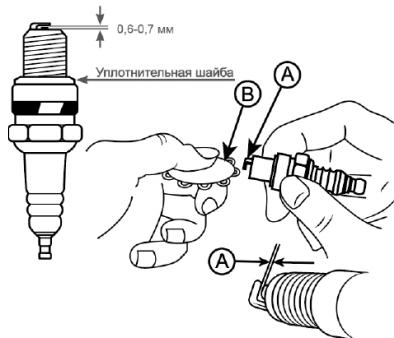

Рис. 24 Проверка зазора между электродами
- Измерьте зазор между электродами свечи зажигания специальным щупом. Зазор должен быть 0,6-0,7 мм (Рис. 24). При увеличении или уменьшении требуемого зазора рекомендуется заменить свечу, так как регулировка зазора может привести к изменению качества искрообразования.